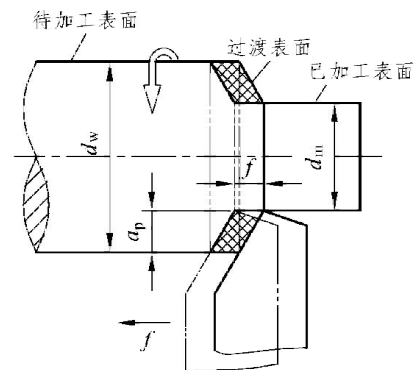

图 1.10 背吃刀量
(1) 背吃刀量（切削深度） a_p 车削时工件上待加工表面与已加工表面的垂直距离，如图 1.10 所示。其单位为 mm，计算公式为：